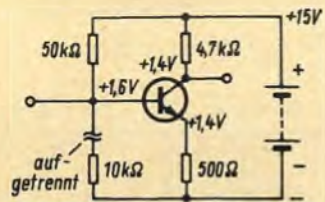

Bild 19. Spannungen an den Elektroden bei kurzgeschlossener Emitter-Kollektor-Strecke
4. Am Emitter wird die gleiche Spannung gemessen wie am Kollektor (Bild 19).